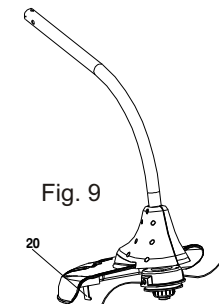

Fig. 9
**ATENÇÃO****Limitador (Fig. 9)**